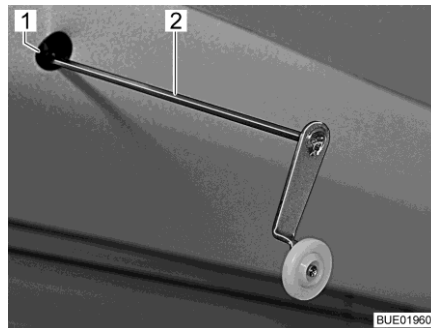

Fig. 146 Manivela para funcionamiento de emergencia
- Insertar la manivela (Fig. 146,2) entregada o una llave Allen en el alojamiento (Fig. 146,1) en el motor. El alojamiento se encuentra en el recorte del panel, arriba a la izquierda de la cama elevada.